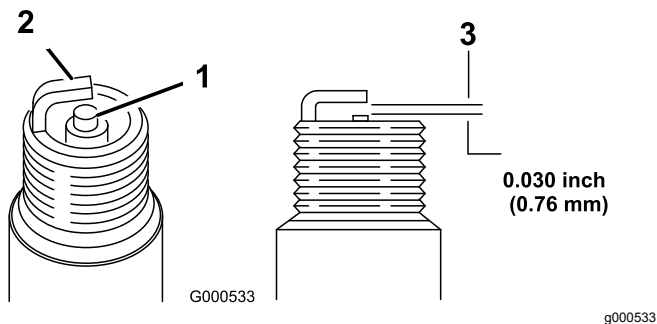

Figura 27
5. Setati distanța bujiei la 0,76 mm; consultați Figura 27.